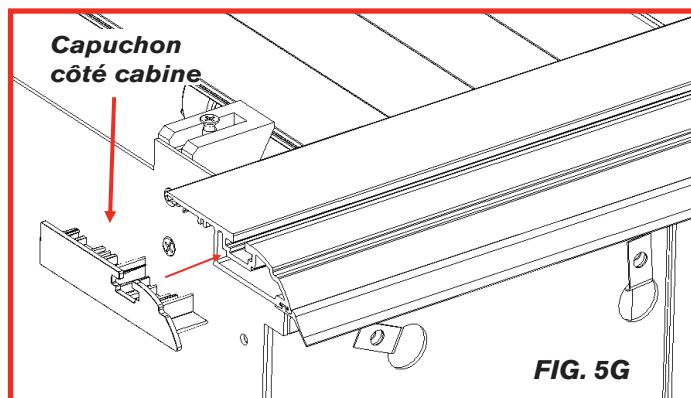
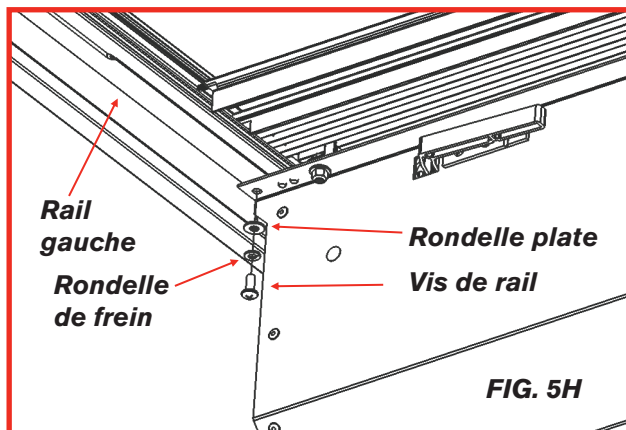

FIG. 5G
FIG. 5H
- Engager la nervure de tête dans la gorge du rail, puis faire glisser celui-ci vers le butoir arrière du caisson (Fig. 5E et 5F). Si la nervure de tête entre difficilement dans la gorge, lever délicatement celle-ci de la main gauche tout en poussant le rail de la main droite. Encastrer les capuchons à l'avant des rails, côté cabine (Fig. 5G). Visser ensuite chaque rail au caisson (vis, rondelle plate et rondelle de frein fournies, Fig. 5H).